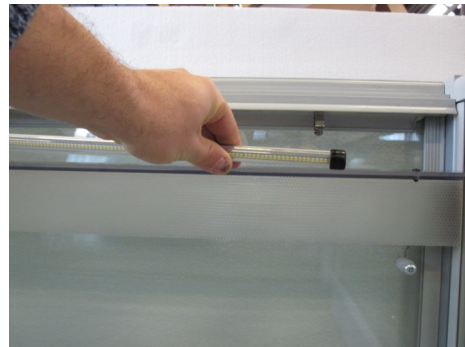

Abb. 2
2. Die Lampe rechts und links aushaken, indem man einen leichten Druck nach unten ausübt **Abb. 2**.